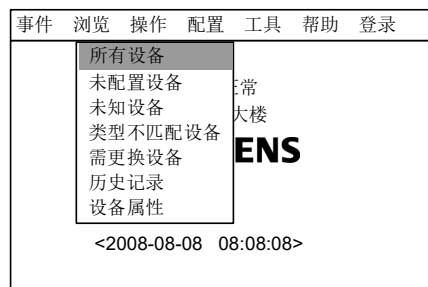
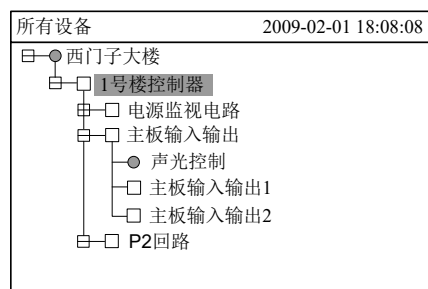

图 16-2
图 16-3
2. 按“→”键选择“浏览”子菜单（图 16-2），选择“所有设备”，然后按“OK”键，树状图显示出来（图 16-3）。